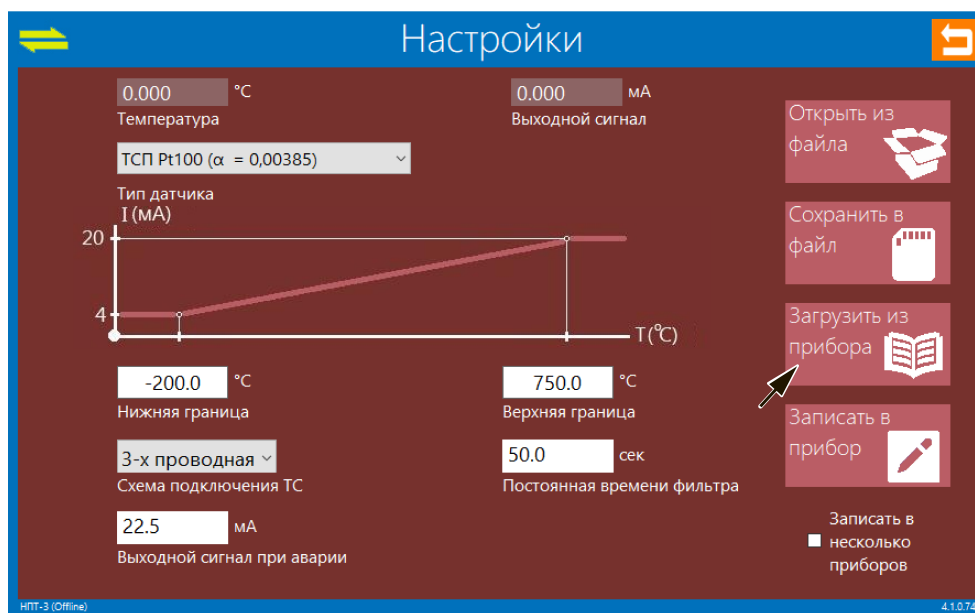

Рисунок 6.2 – Настройка датчика
3. Произвести настройку с помощью программы «Конфигуратор НПТ»: в элементе программы «Настройки» нажать «Загрузить из прибора» (см. рисунок 6.2). Для настройки доступен параметр «Выходной сигнал при аварии» (при обрыве или коротком замыкании ЧЭ).